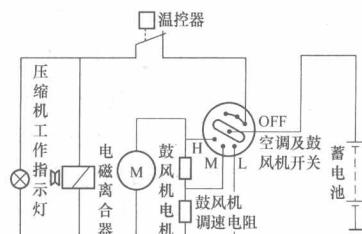

图 1-8 控制系统结构
(5) 控制系统。控制系统的结构如图 1-8 所示，它对制冷和暖风系统的温度及压力进行控制，同时对车室内空气的温度、风量、流向进行控制，将制冷、采暖、新鲜空气有机地组合，形成冷暖适宜的气流，并自动对车内环境进行全季节、全方位、多功能的最佳控制，完善了空调系统的正常工作。